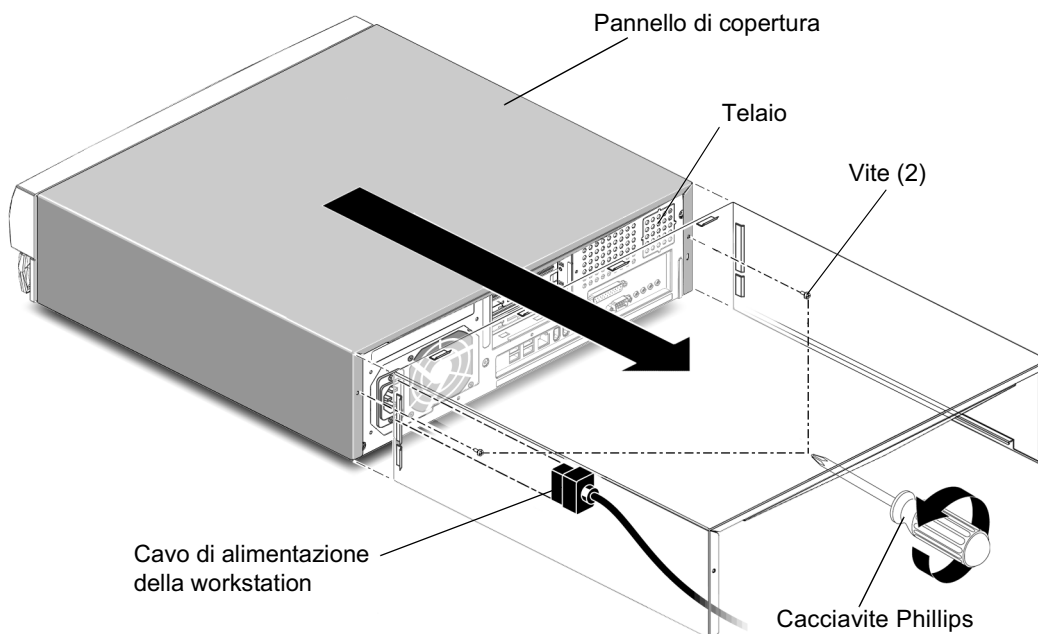

FIGURA 4-3 Rimozione del pannello di copertura della workstation
1. Scollegare il cavo di alimentazione della workstation per togliere completamente l'alimentazione al sistema (FIGURA 4-3).
2. Dal pannello posteriore della workstation, rimuoverle due viti che fissano il pannello di copertura (FIGURA 4-3) con un cacciavite Phillips n° 2.